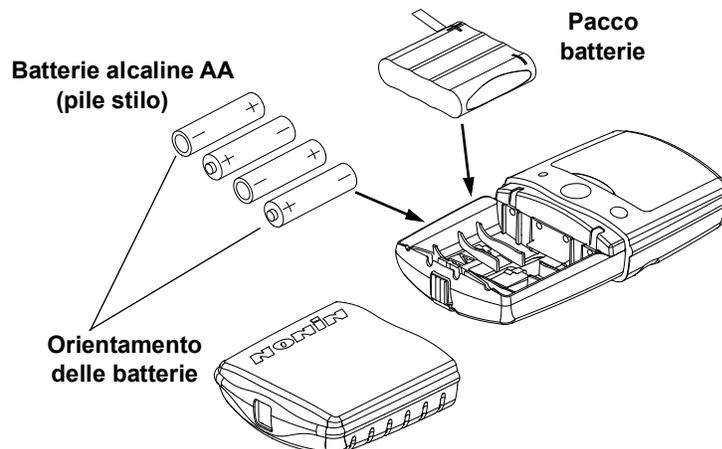

Figura 3 – Installazione delle batterie
2. Inserire quattro batterie alcaline AA (pile stilo) nuove o un pacco batterie ricaricabile al NiMH. Verificare la corretta posizione di inserimento delle batterie, indicata dai segni di polarità (+ e -) all'interno dello scomparto (figura 3).